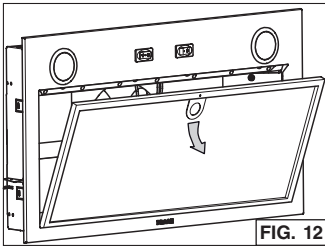

FIG. 12
- Use la pestaña para retirar de la campana el/los filtro(s) de grasa empujando hacia abajo e inclinando el/los filtro(s) hacia fuera (FIG. 12). Poner el/los filtro(s) a un lado.